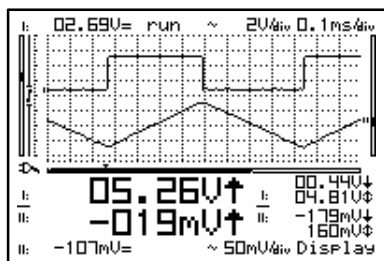

Fig 15
- A **full grid** divides the screen into reference lines. (Fig. 15)
- **Volledig raster:** verdeelt het scherm in referentielijnen. (Fig. 15)
- **Une grille en trait plein** divise l'écran en lignes de référence. (Fig. 15)
- **Voller Raster:** verteilt den Schirm in Bezugslinien. (Abb. 15).